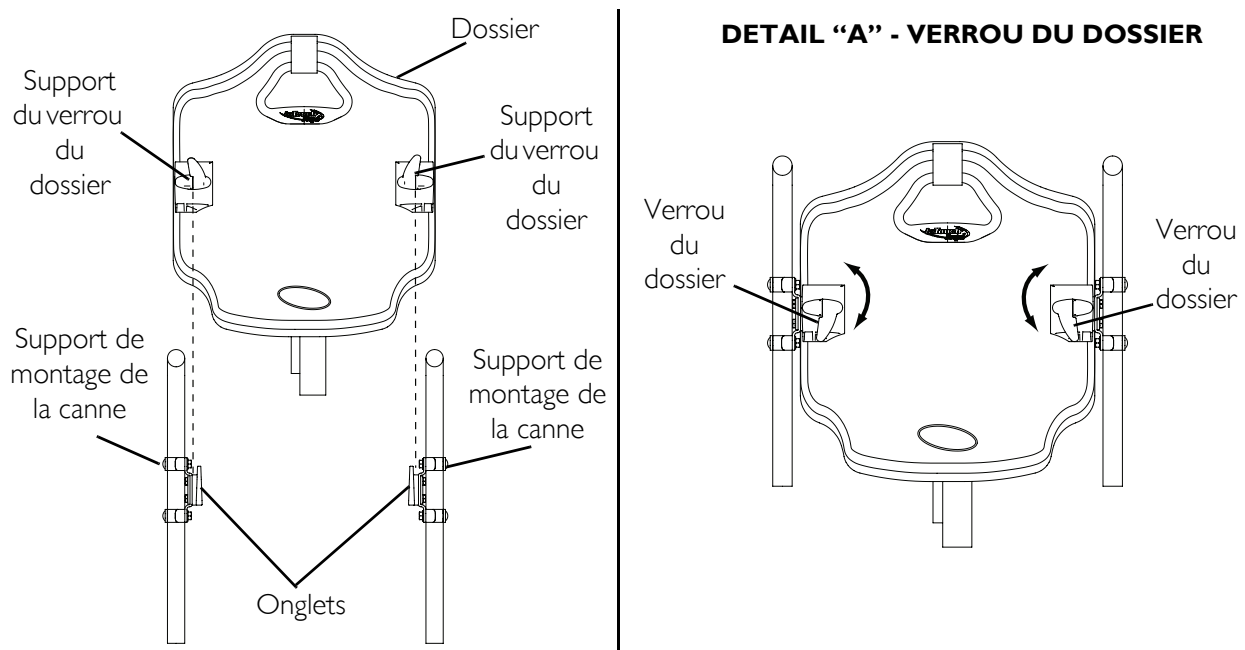

FIGURE 2.3 Installation/Dépose du Dossier Propel
REMARQUE: Pour cette procédure, se référer à la FIGURE 2.3 page 25.
4. Poussez les verrous du dossier vers le bas (position verrouillée) pour bloquer le dossier sur les onglets. Voir le détail « A » de la figure 2.3